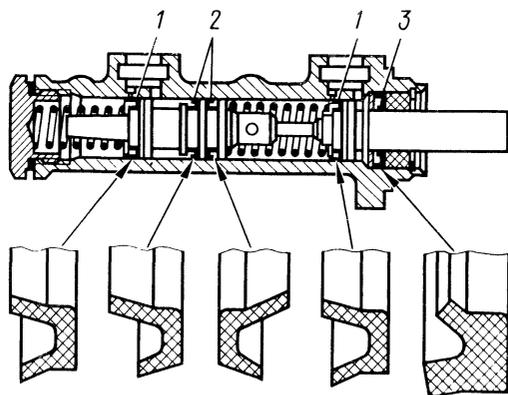

Рис. 190. Установка манжет главного цилиндра:
1. Установите манжеты на поршнях, как показано на рис. 190, избегая их перевортывания.